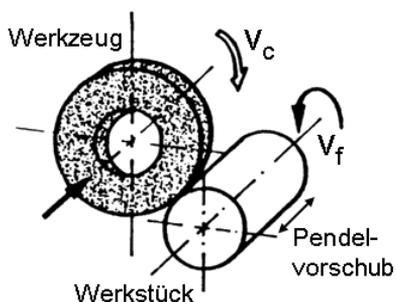

Bild 13 Außenrundschleifen
a) Skizze des Außenrundschleifens mit Schnittbewegung (im Uhrzeigersinn) und Vorschubbewegung (gegen den Uhrzeigersinn) in Bild 13. Die Schnittbewegung wird durch die Schleifscheibe erzeugt. Der Drehvorschub des Werkstücks sorgt dafür, dass der gesamte Umfang des Werkstücks bearbeitet wird. Der Längsvorschub (Pendelvorschub) wird entweder durch die Schleifscheibe oder durch das Werkstück ausgeführt und stellt sicher, dass die gewünschte Werkstücklänge bearbeitet wird